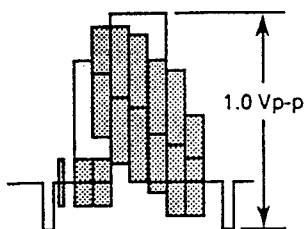

图2-7
8. 确认再现彩条信号的幅度如图2-7所示, 达至 $1.0 \pm 0.04V_{p-p}$ 。